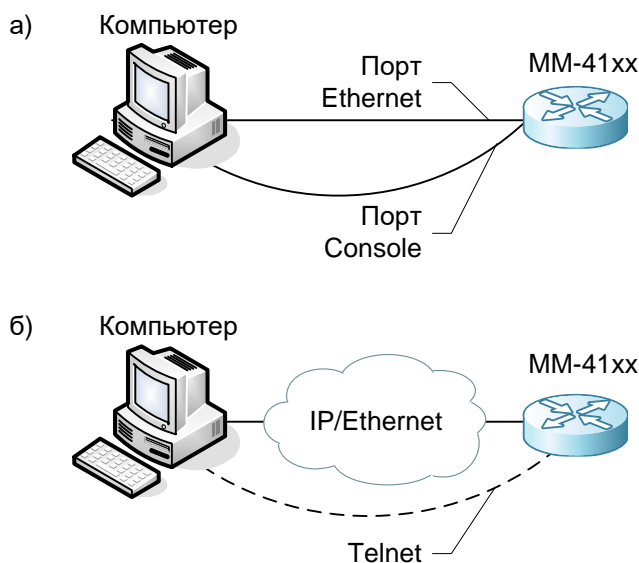

Рис. 11 — Примеры подключения изделия для сохранения и загрузки конфигурации или обновления программного обеспечения
2. Подключите один из портов изделия к сети. Примеры подключения показаны на Рис. 11:
2. Подключите один из портов устройства к сети. Примеры подключения показаны на Рис. 11;
1. Подключите компьютер, содержащий архив программного обеспечения, к маршрутизатору как показано на Рис. 11;